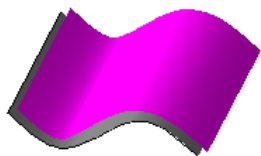

图 5.2.22 复制
- 按钮：用于设置根据指定的补正距离和方向复制选取的补正曲面，如图 5.2.22 所示。